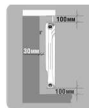

Рис. 1
4.3. Монтаж радиатора на стену. Для обеспечения максимальной теплоотдачи радиатора необходимо соблюдать монтажные расстояния, указанные на рис. 1. Для монтажа радиаторов используйте 3 усиленных кронштейна (2 сверху и 1 снизу).